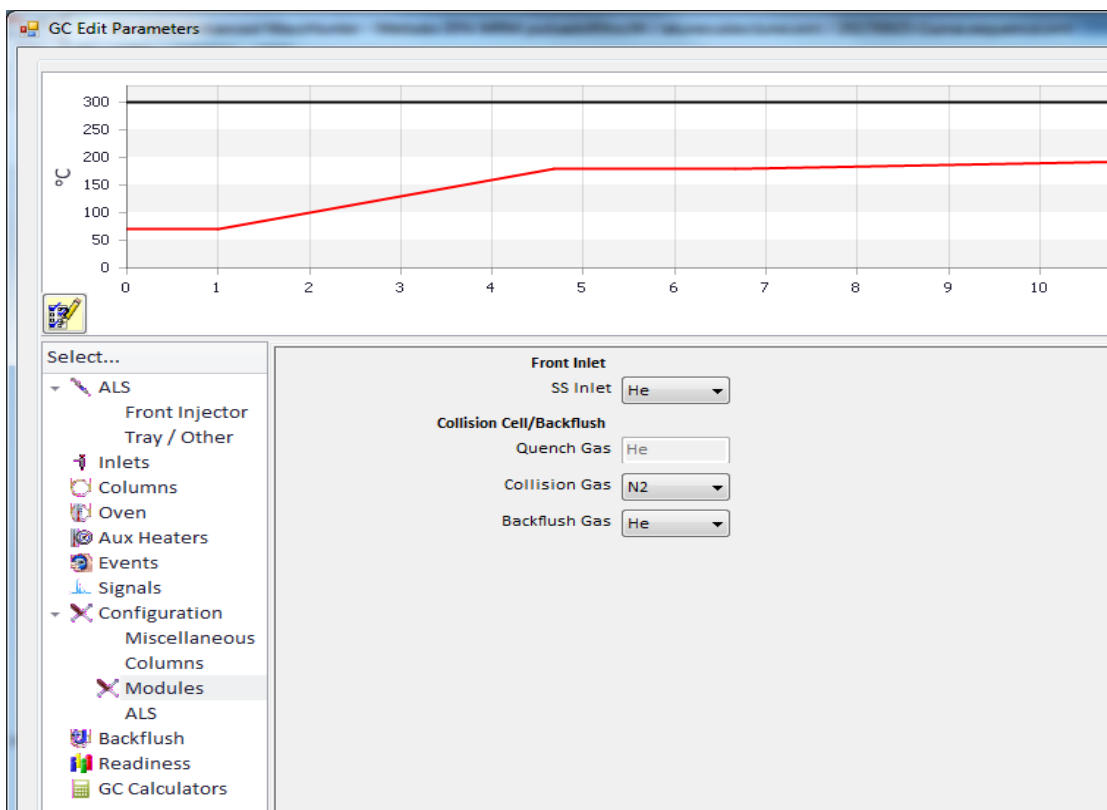

Figura 24. Configuración de los gases en los módulos del GC-QQQ.
8.5.5. Desde la configuración del GC seleccione los gases para los diferentes módulos. Ingrese a **Instrument > GC Parameters**. En el panel izquierdo dar **click** en **Configuration > Modules**. Desde la opción **Front Inlet** en el campo de **SS Inlet** seleccionar el helio: **He**. Para la opción **Collision Cell/Backflush** en el campo **Quench Gas**, automáticamente establece el **He** porque es el gas de arrastre. En el campo de **Collision Gas** seleccione el **nitrógeno: N_2** , finalmente para el **Backflush Gas** seleccione el helio: **He** (véase Figura 24).